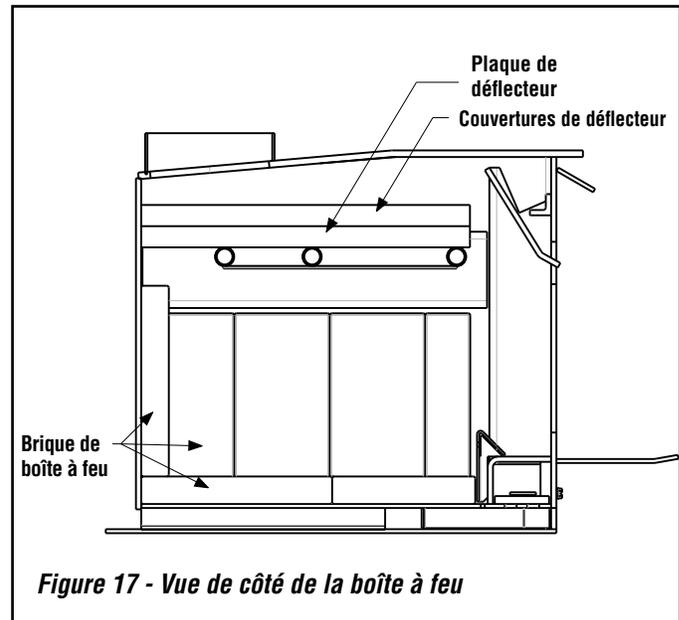

Figure 17 - Vue de côté de la boîte à feu
2. Installer les déflecteurs. Tous les déflecteurs fournis sont de la même taille. Commencer par insérer les déflecteurs en travers entre les tubes avant et central, puis faire pivoter les pièces de manière à ce que le côté long aille de l'arrière à l'avant de l'unité. Faire ensuite glisser les pièces individuellement de gauche à droite jusqu'à ce que toutes les pièces soient insérées entre les côtés gauche et droit de la boîte à feu, au ras des tubes, en veillant à ce qu'il n'y ait pas d'espace à l'arrière de la boîte à feu (**voir figure 17**).
3. Deux couvertures de déflecteur sont aussi fournies avec l'unité (**voir figure 17**). Installer chaque couverture au-dessus du déflecteur, avec le long côté allant de l'avant vers l'arrière de l'unité. S'assurer que les couvertures de déflecteur vont bien jusqu'au fond de l'unité.